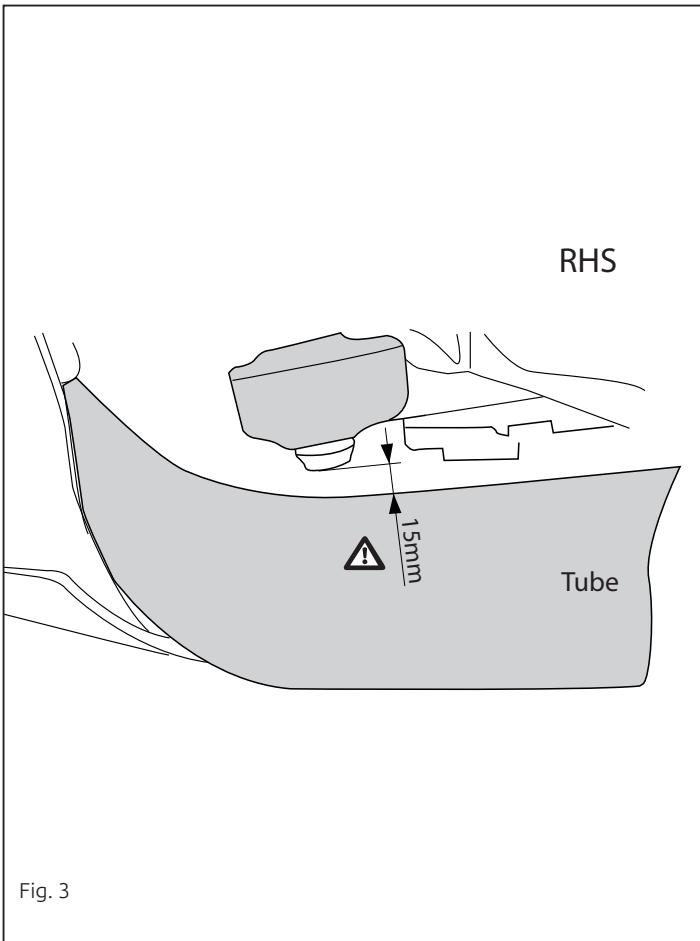

Fig. 3
9. **Задвинуть комплект назад до отказа. См. рисунок 3**